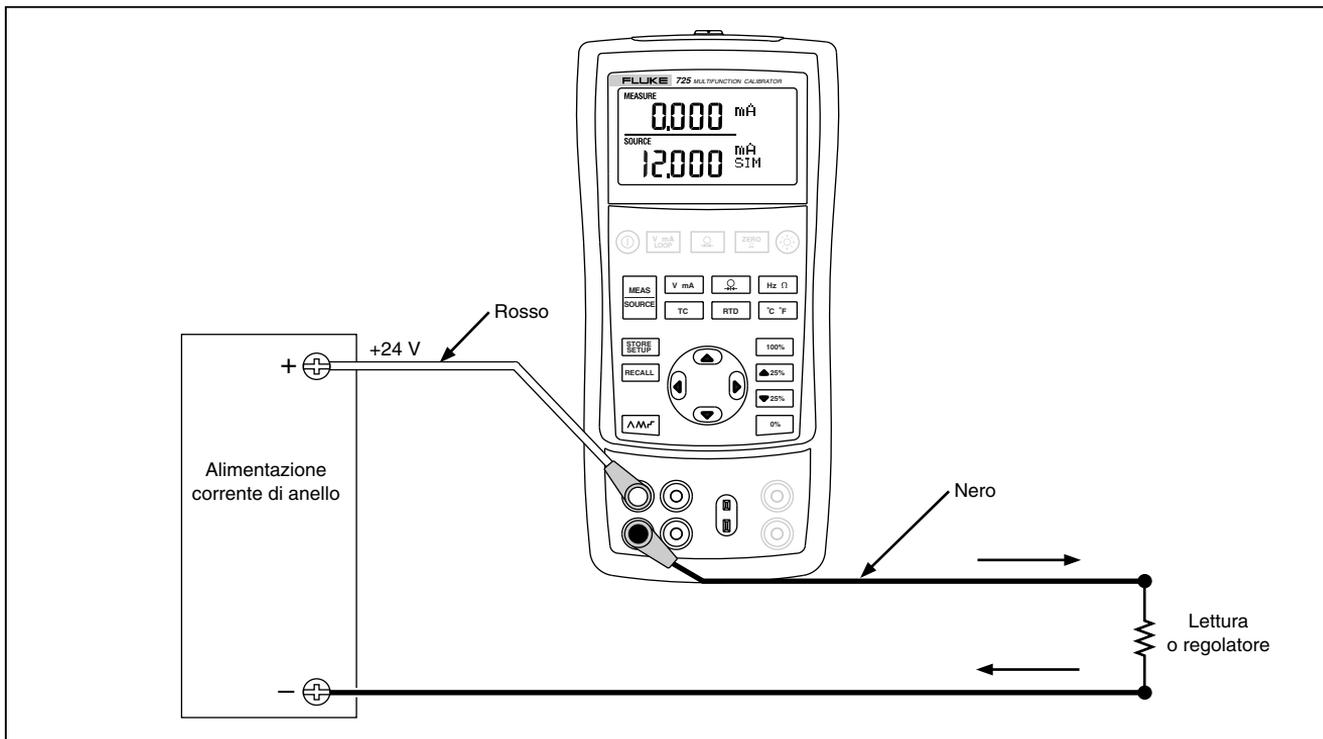

Figura 14. Connessioni per la simulazione di un trasduttore da 4- a 20- mA
1. Collegare la sorgente della corrente di anello da 24 V, come indicato nella figura 14.